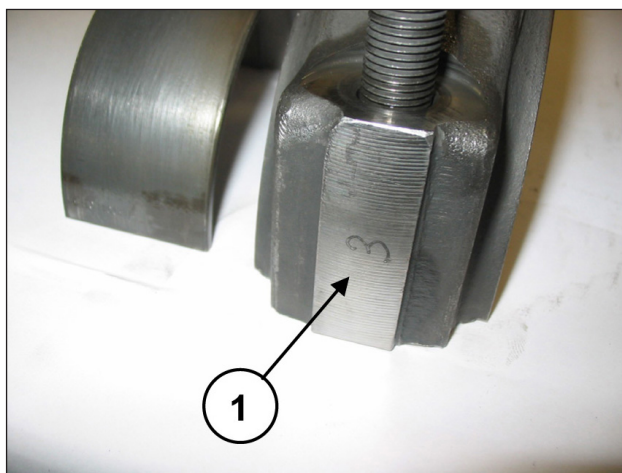

Abb. 43
Paaren Sie die Pleuelhälften mit den vorab ausgebauten Pleueldeckeln unter Berücksichtigung der Nummerierung (Pos. ①, Abb. 43).
Trennen Sie Pleuelstange und Pleuelstange; die vorschrittmäßige Paarung wird durch die seitliche Nummerierung garantiert (Pos. ①, Abb. 43).